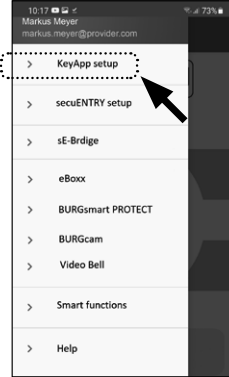

Abb. 66
- 3 Tippen Sie den Menüpunkt „KeyApp setup“ (Abb. 66) an.